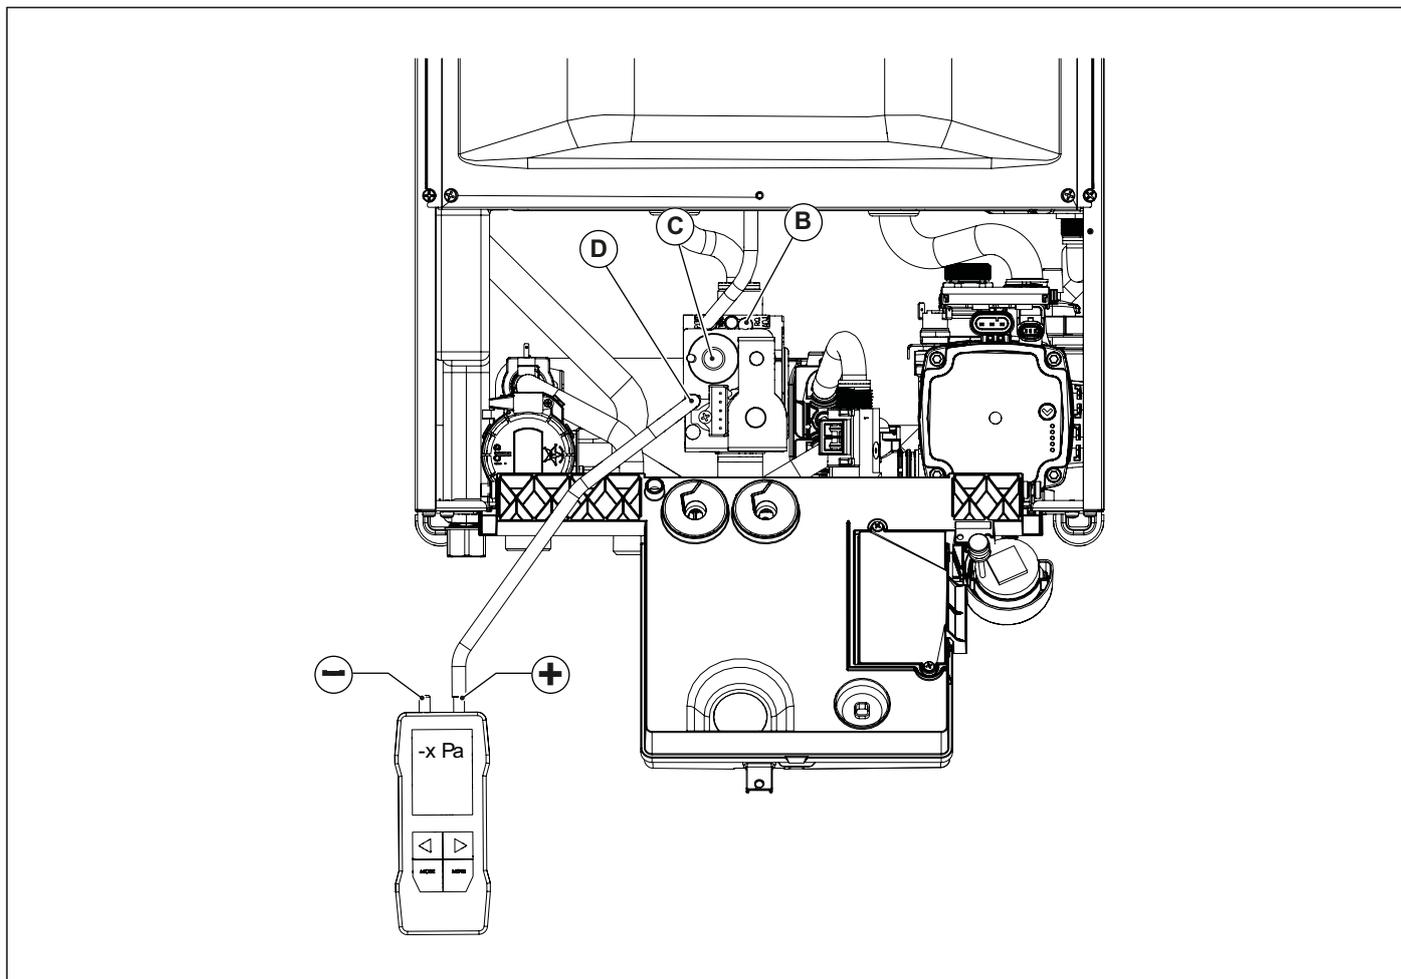

Fig. 27 Regolazione pressione di offset
- Aprire la vite della presa di pressione di offset **D** e collegarla all'ingresso positivo (\*) del manometro differenziale (vedi Fig. 27 Regolazione pressione di offset).